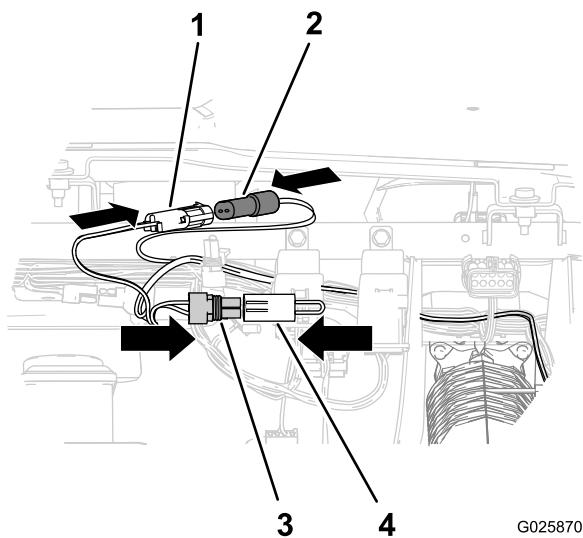

Figura 14
- C. Conecte el conector de 2 pinos del arnés de cables del interruptor de desconexión al acoplamiento de derivación (Figura 14).
máquina que retiró del temporizador de retardo en el paso B (Figura 14).